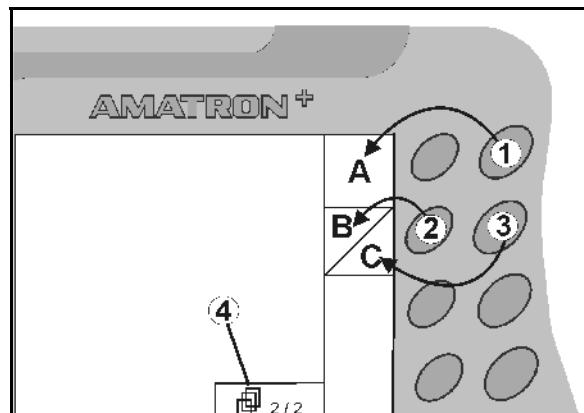

Fig. 7
- Hvis det bare vises kvadratiske felt på displayet, er det bare høyre tast (Fig. 7/1) som er tilordnet funksjonsfeltet (Fig. 7/A).
- er den venstre tasten (Fig. 7/2) tilordnet funksjonsfeltet opp til venstre (Fig. 7/B).
- er den høyre tasten (Fig. 7/3) tilordnet funksjonsfeltet nede til høyre (Fig. 7/C).
<ul style="list-style-type: none"> • Bla i flere menysider (bare mulig når symbollet (Fig. 7/4) vises på displayet) • Programmeringsmeny for multifunksjonsspakken